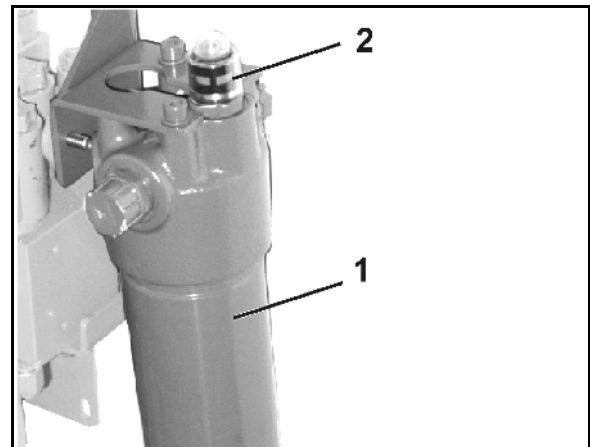

图 97
1. 通过锥形防护罩底部的开口拧开万向传动轴连接叉（图 97/2）中的锥形润滑嘴（图 97/1）。
2. 在万向传动轴的叉法兰（图 97/3）和齿轮箱输入轴的法兰之间卸除抗剪螺栓（图 97/4）。